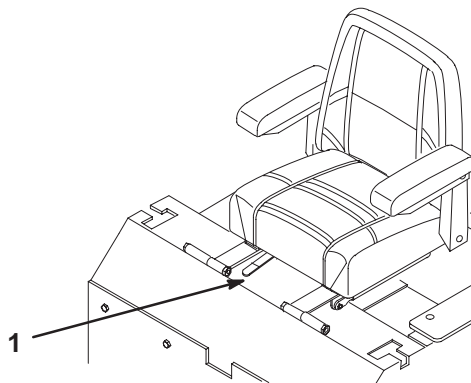

Figure 30
1. Poussez le levier de réglage sur le côté pour débloquer le siège (Fig. 30).